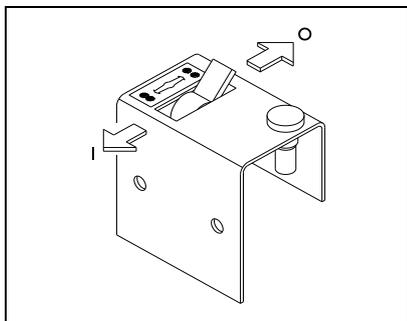
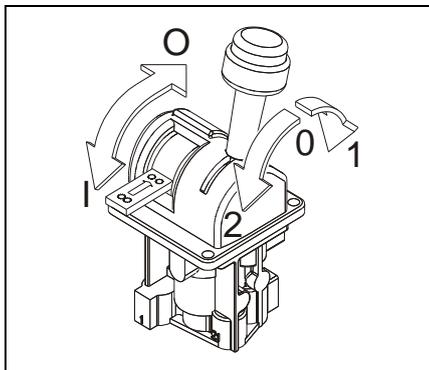

Рис. 3
Рис. 4
Пневмоклапан управления КОМ может находиться в одном из двух положений, «КОМ отключена (O)» или «КОМ включена (I)». (см. рис.3). Переключением ручки «КОМ включена» (направление стрелки I) производится пневматическое включение КОМ и включение передачи крутящего момента на насос. Загоревшаяся индикаторная лампочка (опция) на блоке управления КОМ указывает на включение КОМ. Когда механизм подъема не используется, пневмоклапан управления должен находиться в положении «КОМ отключена».
- III. Убедитесь, что ручка пневмоклапана стоит в нейтральном положении, (см. рис.3 и рис.4, положение «O»).
- VI. Включите КОМ, переведя рычаг в положение «КОМ включена» (см. рис.3 и рис.4, положение «I»).
- II. Убедитесь, что ручка управления гидроклапаном подъёма кузова (Рис.4., трехпозиционная) в нейтральном положении.
Обычно на самосвалах устанавливается комбинированный пневмоклапан (см. рис.4) - пневмоклапан управления КОМ и гидроклапаном управления подъемом кузова. Этот клапан имеет две ручки: